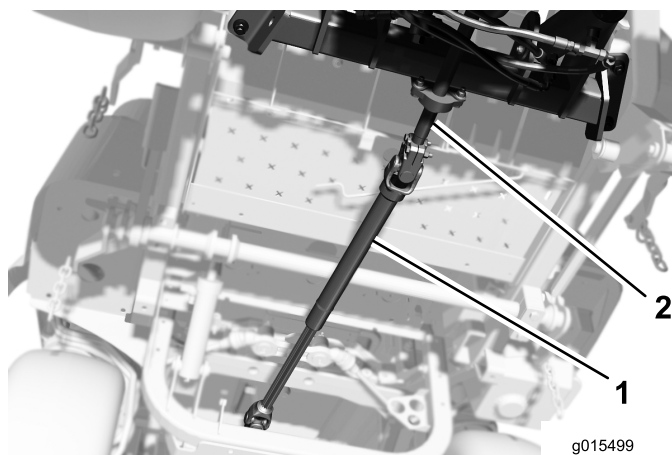

Figura 10
1. Ao alinhar os furos de montagem do veio de transmissão com o furo do eixo do macaco, deslize o veio de transmissão para o eixo do macaco do acessório (Figura 10).